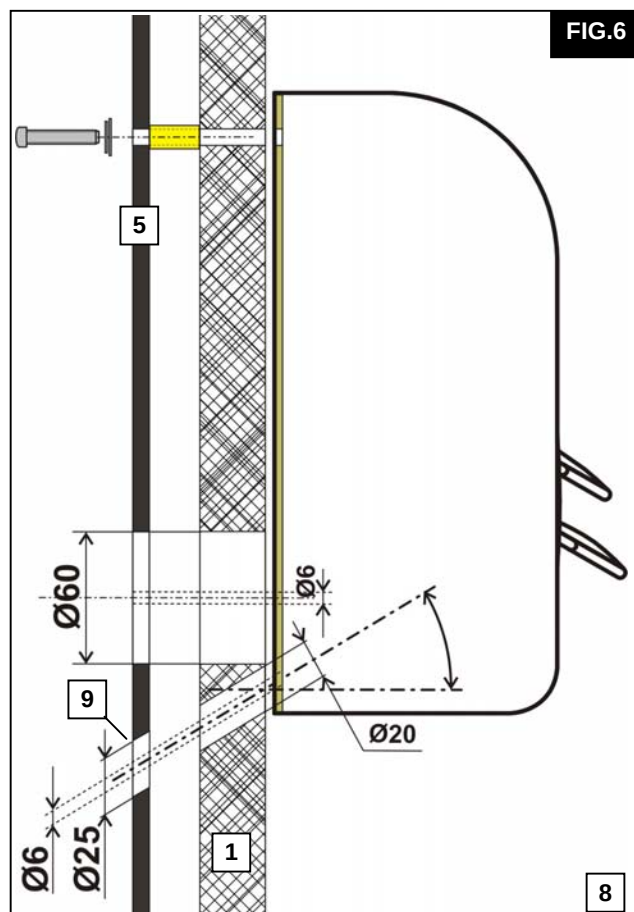

FIG.6
Operando dall'esterno, mediante una fresa a tazza, allargare a Ø60 il foro Ø6 (sia sulla parete in lamiera che sul rivestimento interno) che sarà poi utilizzato per il passaggio piastra raccordi (**VEDI FIG.6**)
Operando dall'interno, eseguire un foro Ø6 PASSANTE in corrispondenza del CENTRO INFERIORE, **INCLINANDO OPPORTUNAMENTE L'ATTREZZO** (**VEDI FIG.6**)
Allargare quindi a Ø25 il foro eseguito sulla parete in lamiera e a Ø20 lo stesso foro sul pannello di rivestimento interno (per l'inserimento del tubo scarico condensa) (**VEDI FIG.6**)
Operating from the outside, and with the aid of a bucket mill, widen the Ø6 hole to make it Ø60 both on the steel wall and on the internal panel (which will then be used for the transit of the connections plate) (SEE FIG.6).
Operating from the inside, make a FEED-THROUGH Ø6 hole in correspondence of the LOWER CENTRE, SUITABLY TILTING THE TOOL (SEE FIG.6).
Then expand the hole made in the metal wall to Ø25 and the same wall on the inner covering panel to Ø20 (for housing the condensation drainage pipe) (SEE FIG.6)
En opérant de l'intérieur, exécuter un trou Ø6 PASSANT en correspondance du CENTRE INFERIEUR, **EN INCLINANT DE FACON OPPORTUNE L'OUTIL (VOIR FIG.6)**.
**Elargir donc à Ø25 le trou exécuté sur la paroi en tôle et à Ø20 le même trou sur le panneau de revêtement interne (pour l'insertion du tube de déchargement de la condensation) (VOIR FIG.6)**
Von innen ein **DURCHGEHENDES Loch Ø6 am UNTEREN MITTELPUNKT bohren, DAZU DAS WERKZEUG ENTSPRECHEND SCHRÄG ANSETZEN (SIEHE ABB.6)**.
Dann die an der Blechwand hergestellte Bohrung auf Ø25 verbreitern und das gleiche Loch an der inneren Verkleidungsplatte auf Ø20 erweitern (für die Einführung der Kondenswasserabflussleitung) (**SIEHE ABB.6**).
A continuación ampliar hasta Ø25 el orificio efectuado en la pared de la plancha y a Ø20 el mismo orificio en el panel de revestimiento interno (para la inserción del tubo del desagüe de agua de condensación) (VÉASE FIG.6)